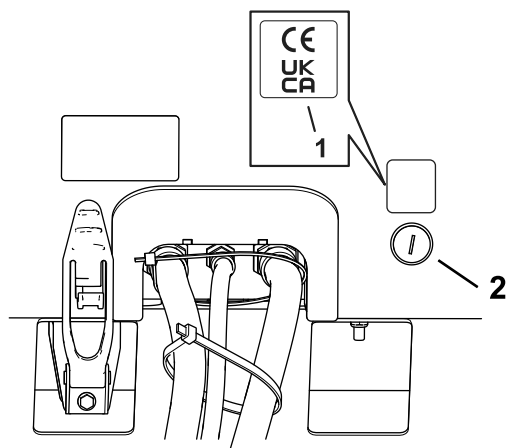

Figura 6
1. Utilize álcool e um pano limpo para limpar a área do capot junto à fechadura do capot e deixe secar o capot (Figura 6).